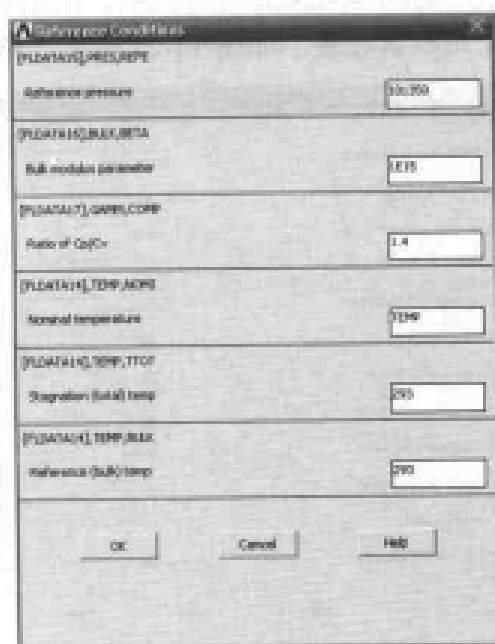

图 14-21 输入环境参数对话框
(3) 选择 Main Menu | Solution | FLOTTRAN Set Up | Flow Environment | Ref Conditions 命令，出现 Reference Conditions 对话框，在 [FLDATA14],TEMP,NOMI Nominal Temperature 文本框中输入 TEMP，其余选项采用默认设置，如图 14-21 所示，单击 OK 按钮关闭该对话框。